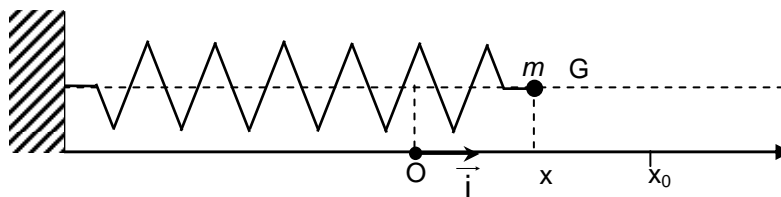

Figure 1
Ce mobile, assimilé à son centre d'inertie G, peut osciller horizontalement sans frottement sur une tige parallèle à l'axe Ox (**figure 1**). On étudie son mouvement dans le référentiel terrestre supposé galiléen. Le point O coïncide avec la position de G lorsque le ressort est au repos.
- 1.1. Faire l'inventaire des forces exercées sur le mobile. Recopier sur votre copie la figure 1 en faisant apparaître ces différents vecteurs forces sans souci d'échelle.